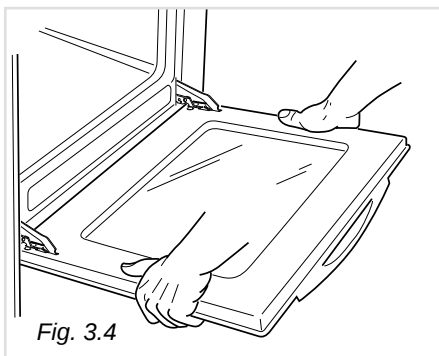
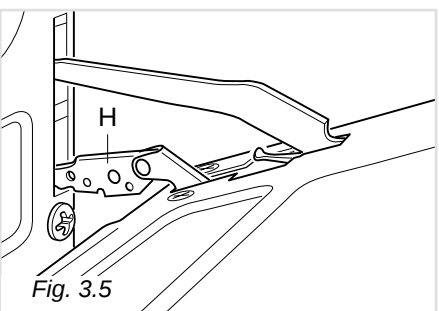

Fig. 3.4
Fig. 3.5
- De deur vastgrijpen (zoals aangeduid in fig. 3.4) en terwijl men ze sluit, de twee scharnieren loslaten zoals aangeduid wordt in fig. 3.5.
- De deur vastgrijpen met de handen die U dicht bij de scharnieren plaatst en de hendels "H" overeind trekken met de voorvingers (fig. 3.5).